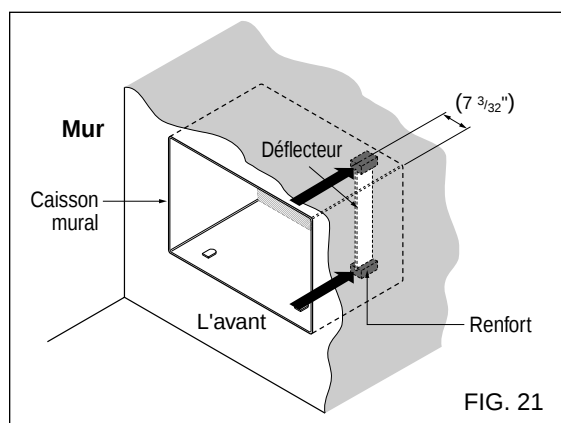

FIG. 21
- 6 Ôtez la protection des renforts et collez-les à l'intérieur du caisson mural, comme le montre Fig 21. Insérez le déflecteur dans la rainure des renforts.